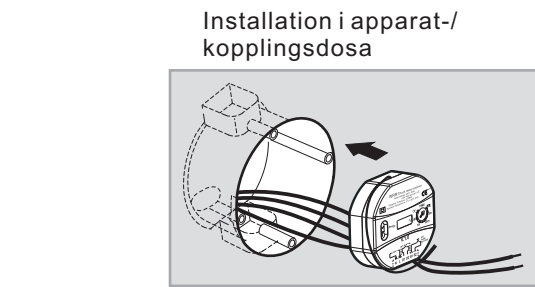

fig.5
- 3.4.1.3 Applicera WRR1 i dosan (se fig.5). Montera därefter vippströmbrytare (se fig.6-a) eller doslock (se fig.6-b).